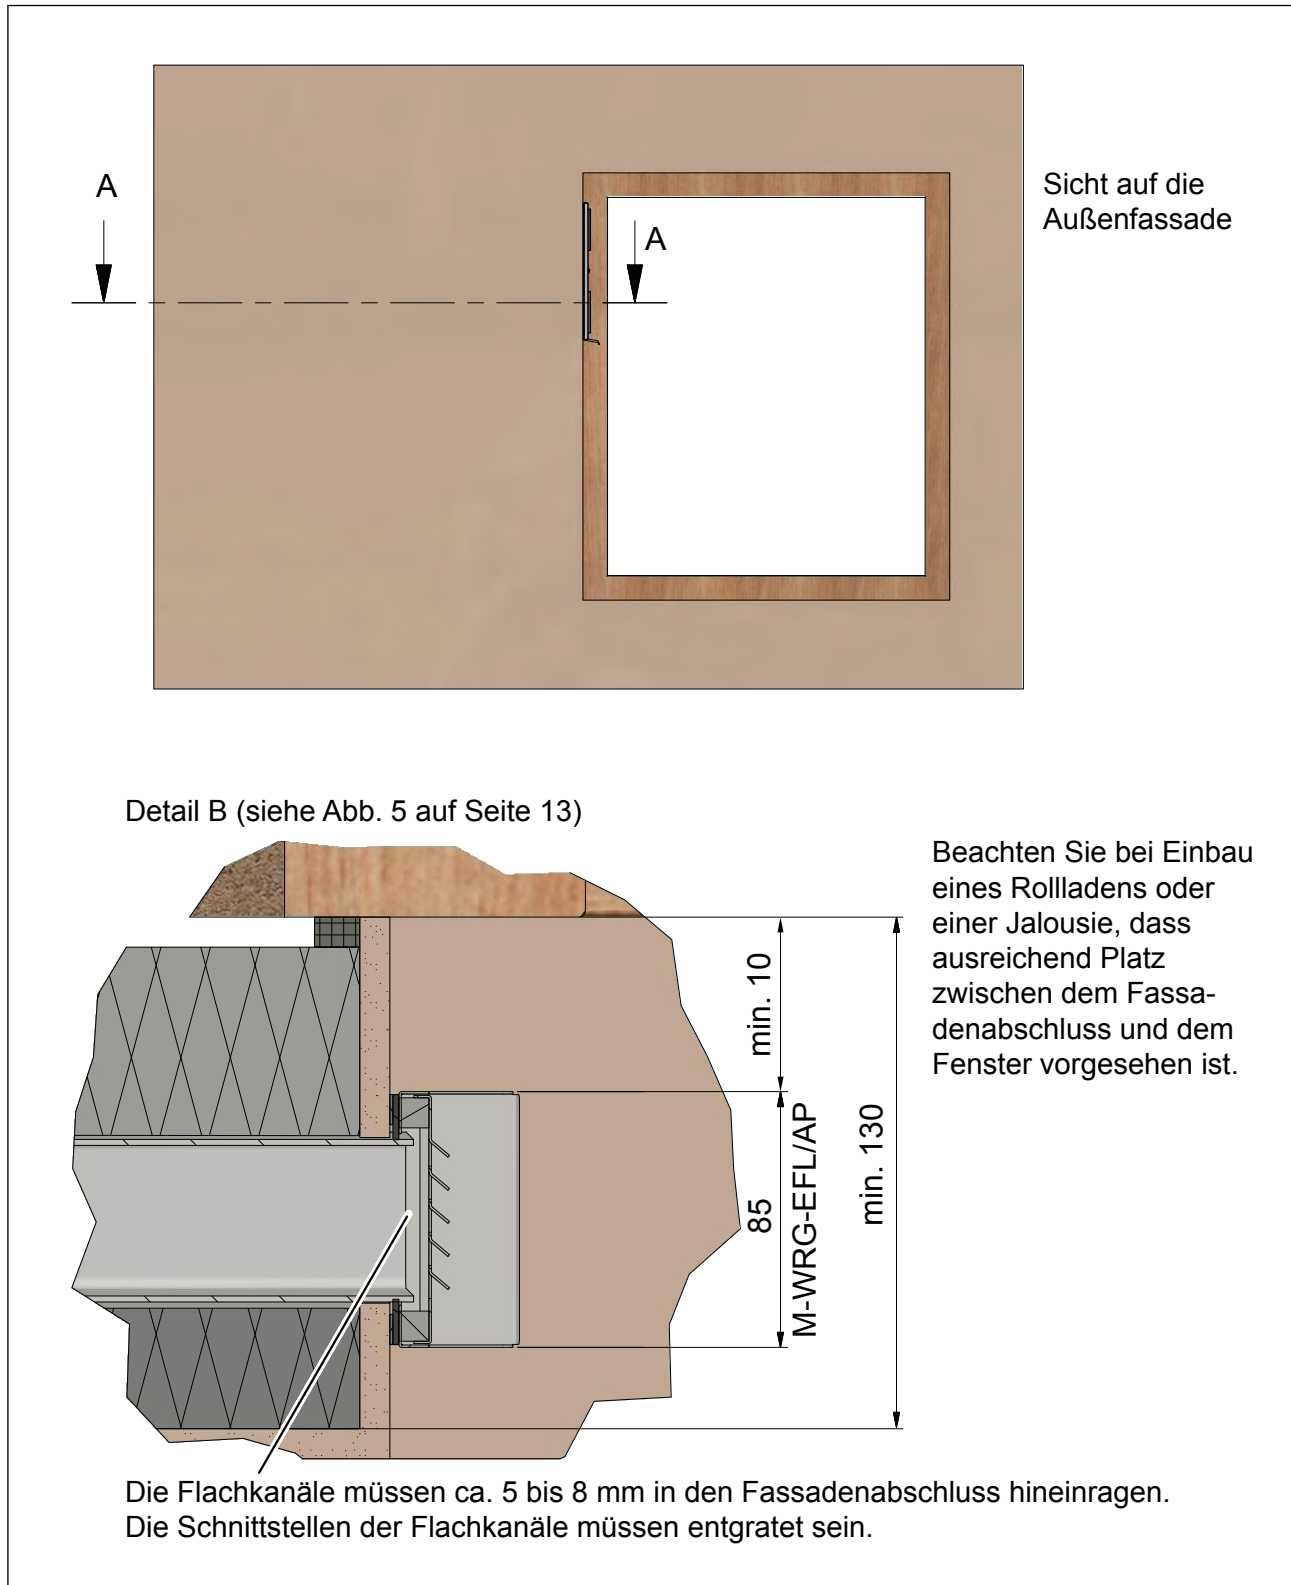
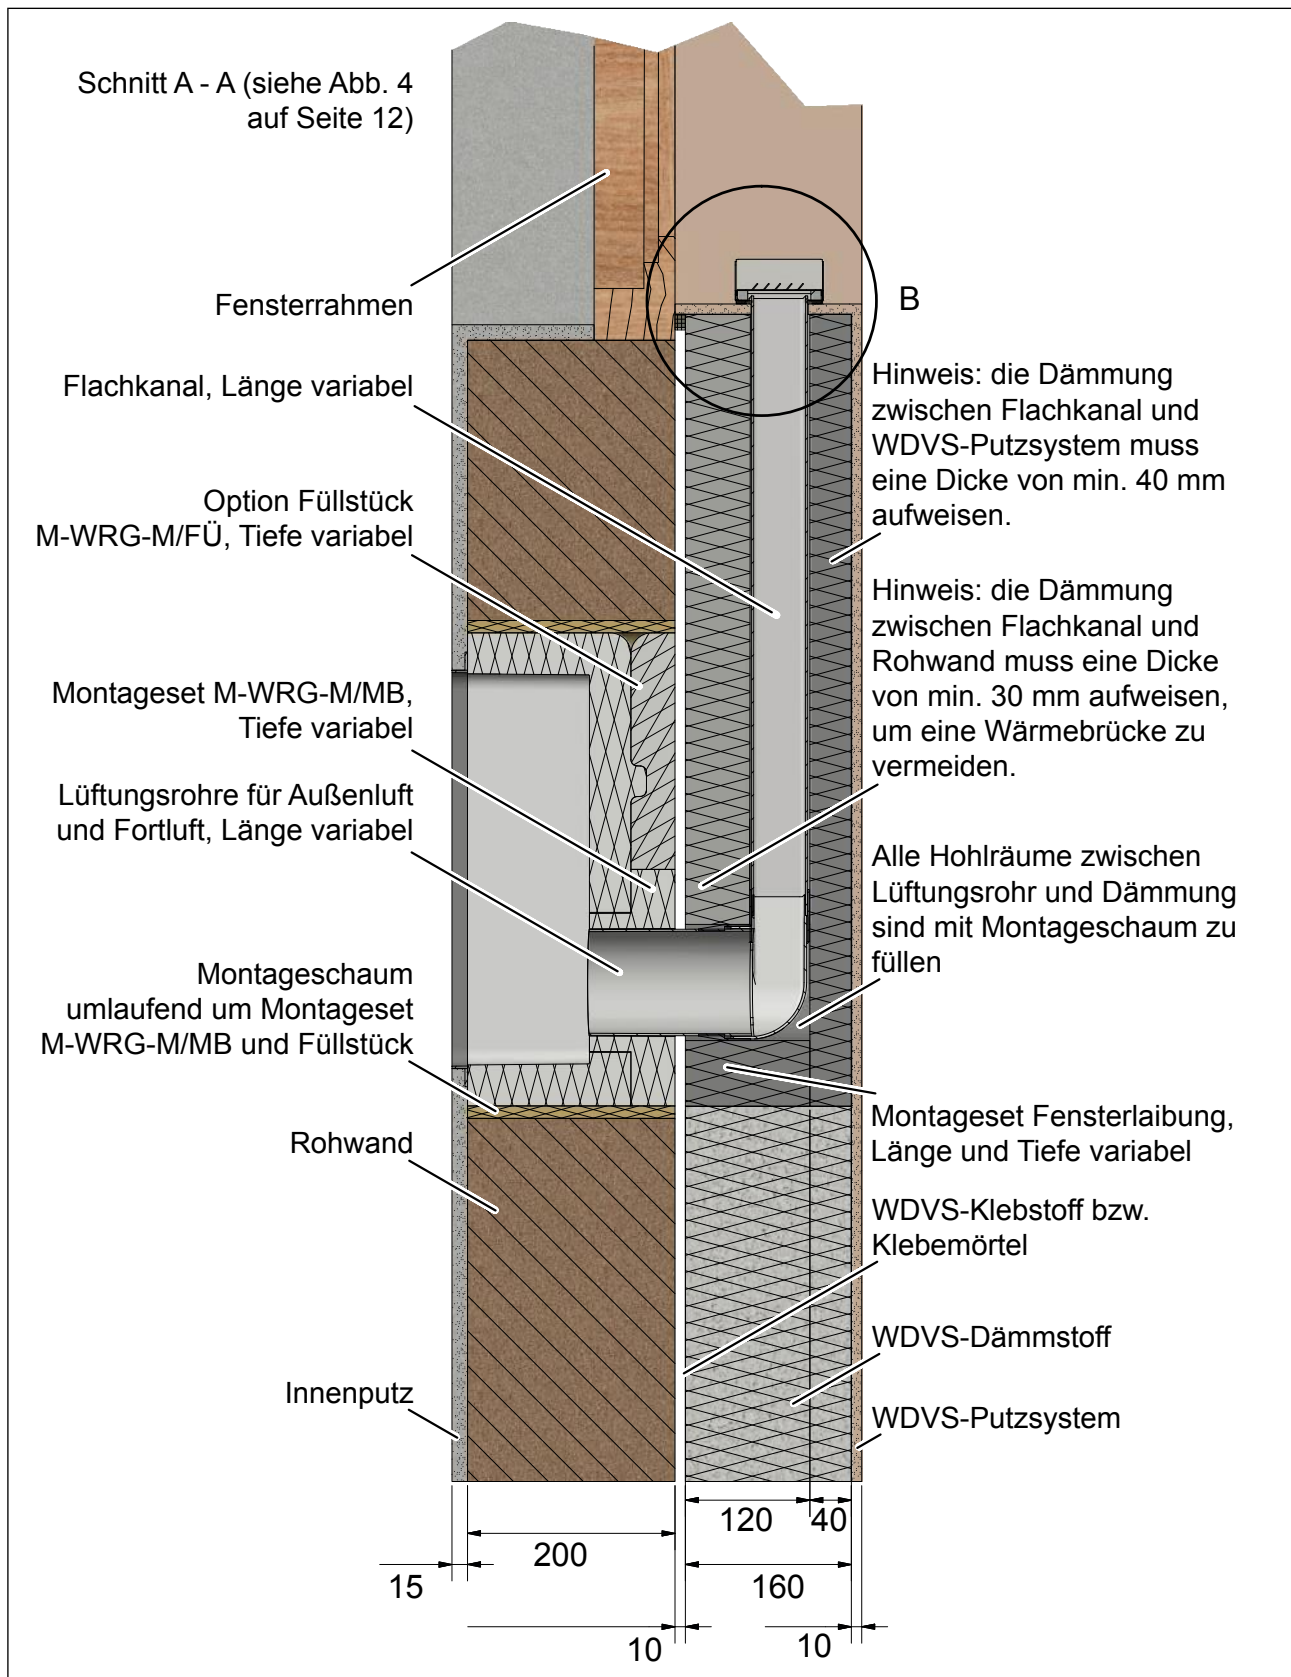
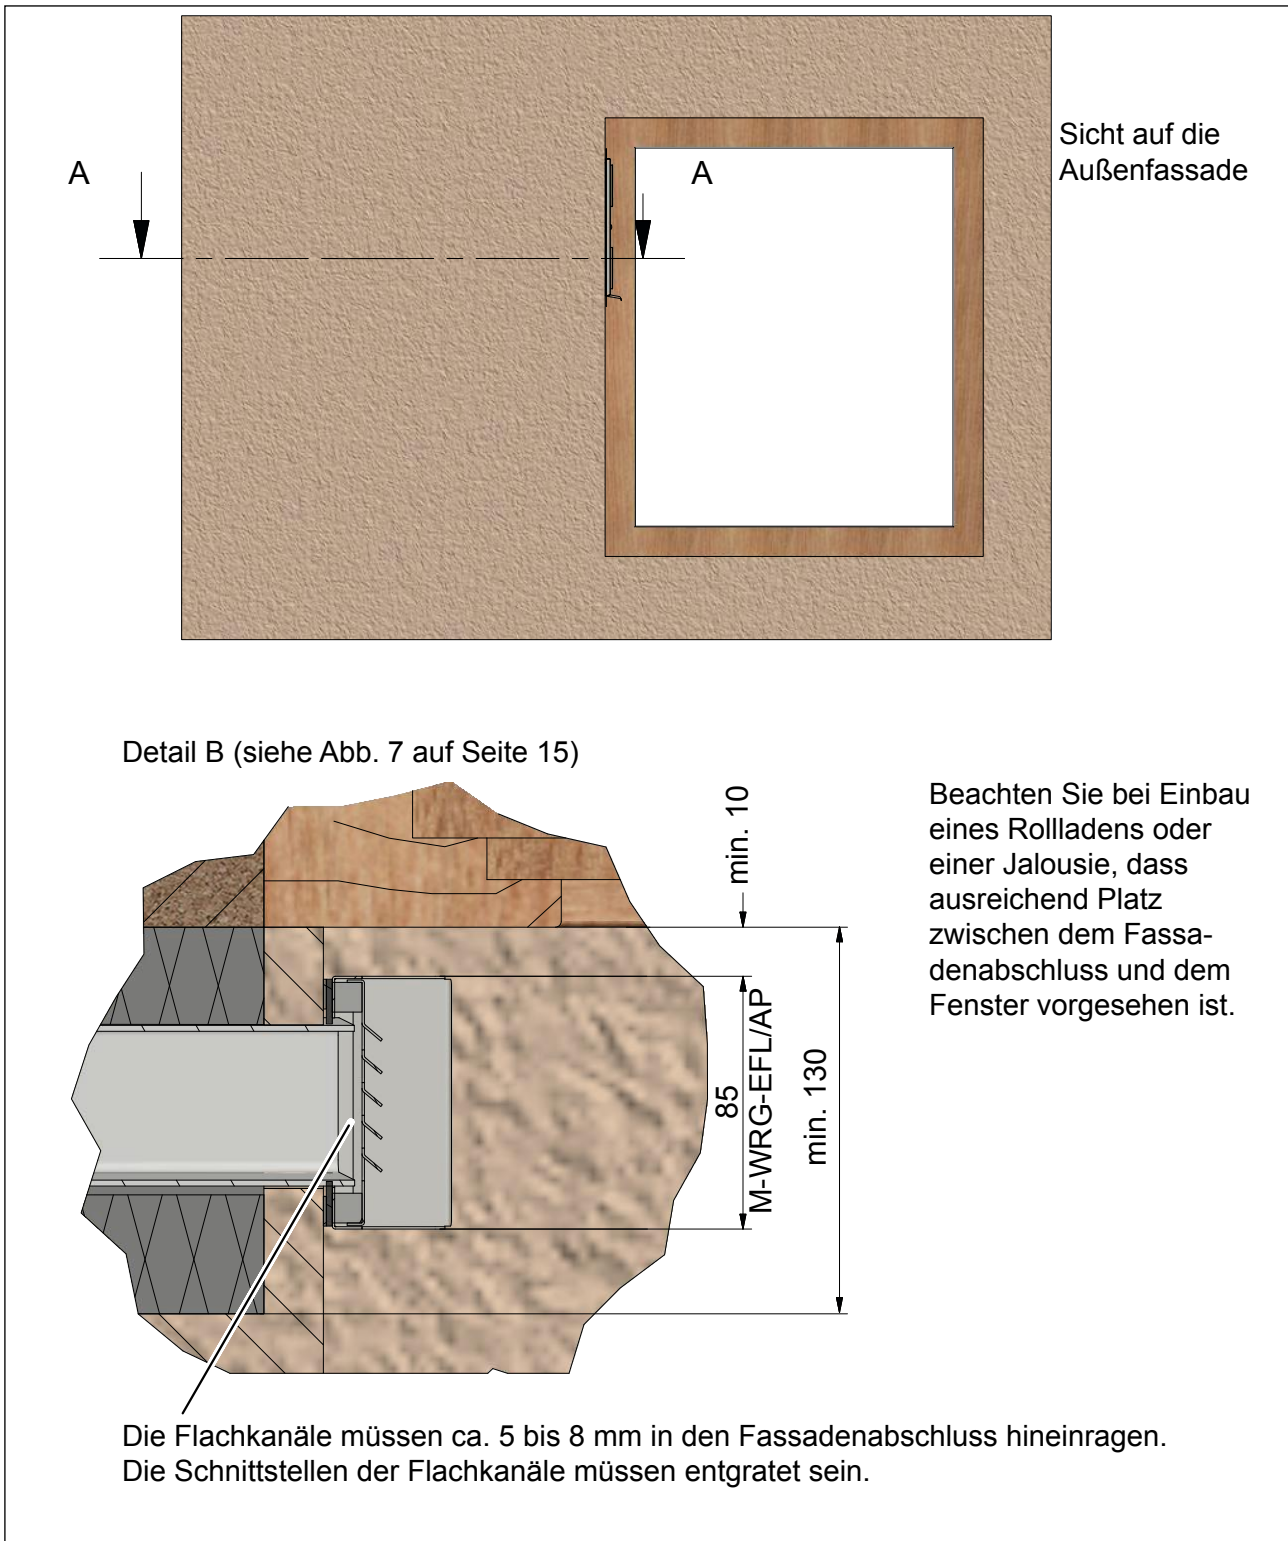
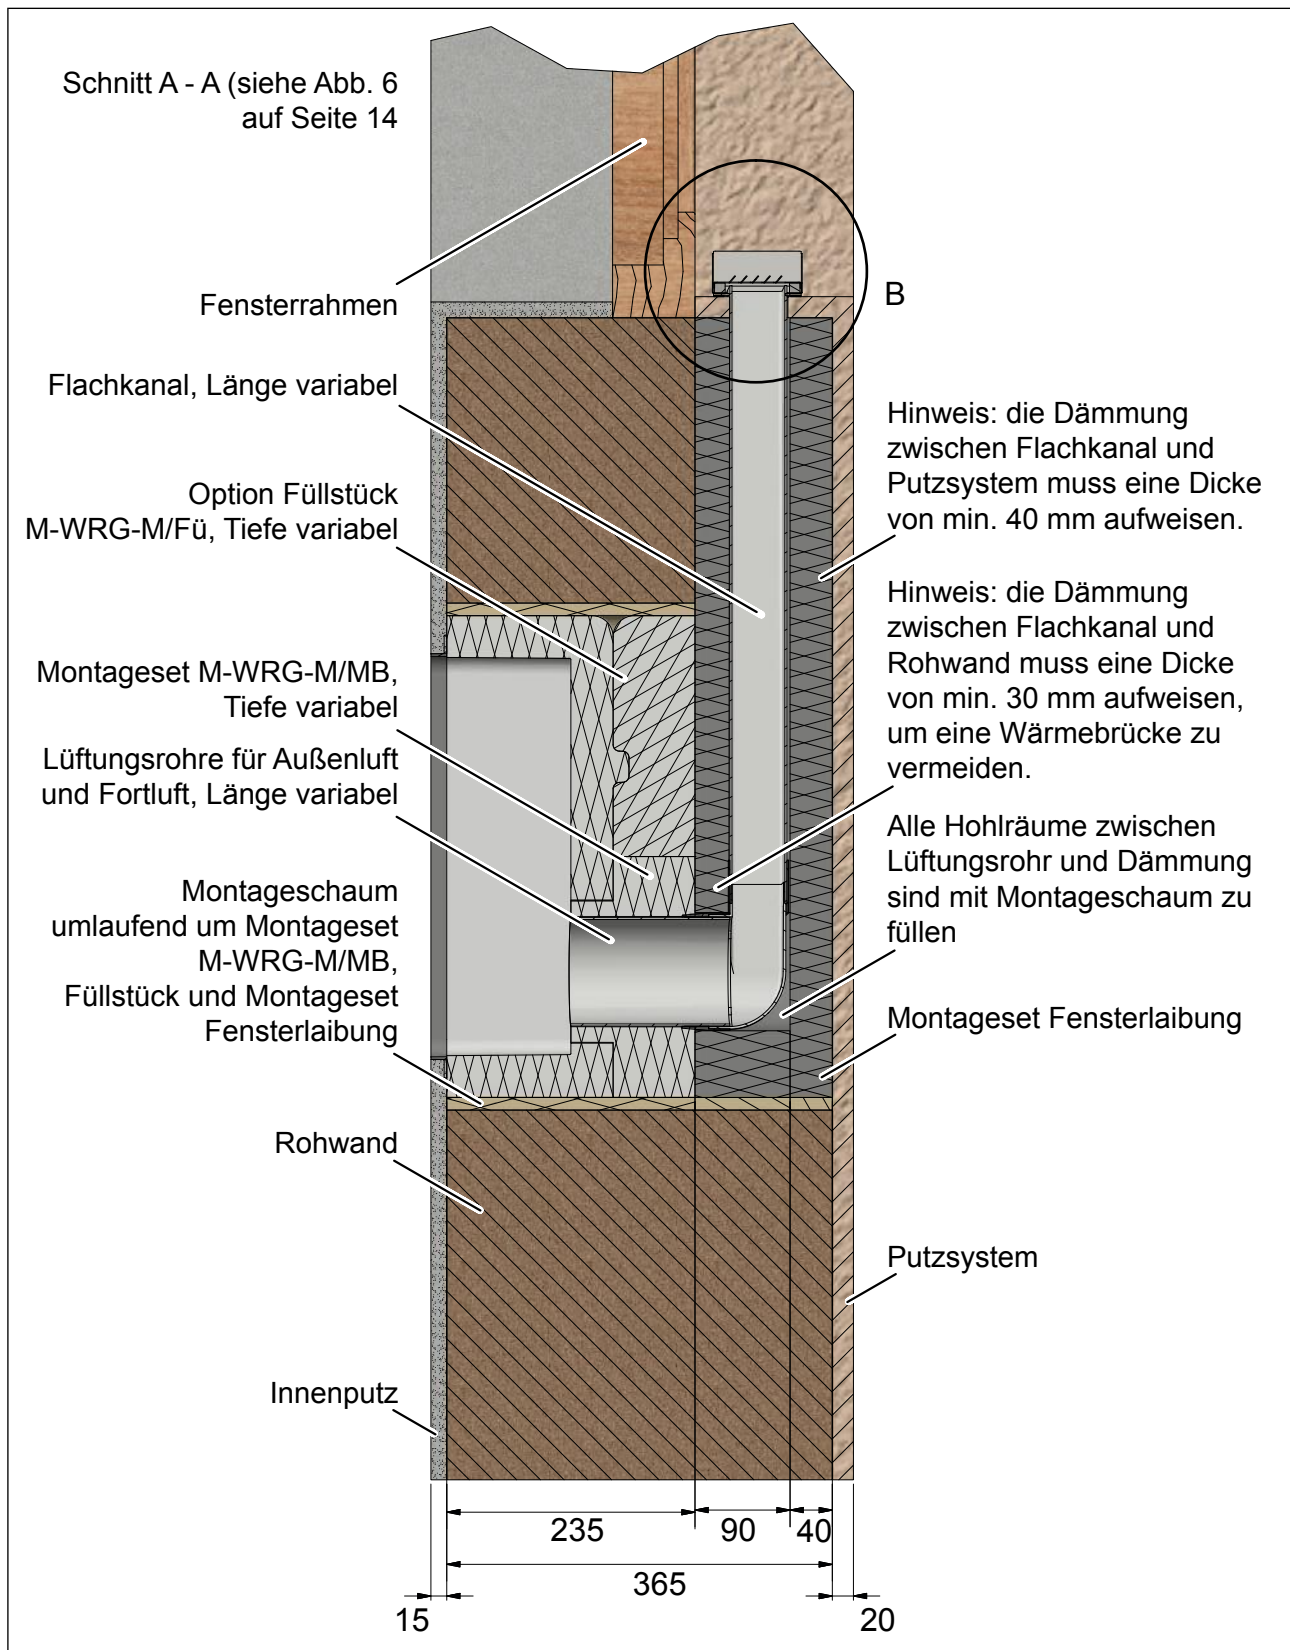

Abb. 4: Installationsbeispiel für M-WRG-MSF-W-li mit Einbindung in WDVS, Maße in Millimeter – Teil 1
Abb. 5: Installationsbeispiel für M-WRG-MSF-W-li mit Einbindung in WDVS, Maße in Millimeter – Teil 2
Abb. 6: Installationsbeispiel für M-WRG-MSF-M-li mit Einbindung in monolithischem Wandaufbau, Maße in Millimeter – Teil 1
Abb. 7: Installationsbeispiel für M-WRG-MSF-M-li mit Einbindung in monolithischem Wandaufbau, Maße in Millimeter – Teil 2
Abb. 4 auf Seite 12 und Abb. 5 auf Seite 13 zeigen ein Installationsbeispiel zur Einbindung in ein Wärmedämmverbundsystem (WDVS).
Abb. 6 auf Seite 14 und Abb. 7 auf Seite 15 zeigen ein Installationsbeispiel zur Einbindung in einen monolithischen Wandaufbau.
- Die Breite der Fensterlaibung (Maß zwischen Fensterrahmen und unverputzter Außenwand) muss mindestens 130 mm betragen (siehe Detail B in Abb. 6 auf Seite 14). Anderenfalls steht nicht ausreichend Platz zur Verfügung, um das Montageset Fensterlaibung und den Fassadenabschluss zu installieren.
- Die Dämmung zwischen Flachkanal und Rohwand muss eine Dicke von mindestens 30 mm aufweisen, um eine Wärmebrücke zu vermeiden (siehe Abb. 5 auf Seite 13 und Abb. 7 auf Seite 15).
- Die Dämmung zwischen Flachkanal und Außenputz muss eine Dicke von mindestens 40 mm aufweisen (siehe Abb. 5 auf Seite 13 und Abb. 7 auf Seite 15).
- Der Freiraum zwischen Fassadenabschluss und Fensterrahmen muss mindestens 10 mm betragen (siehe Detail B in Abb. 6 auf Seite 14).
- Bei der Einbindung in ein WDVS sollten Montageset und Füllstück so gekürzt werden, dass sie bündig zur Rohwand abschließen (siehe Abb. 5 auf Seite 13).
- Bei der Einbindung in einen monolithischen Wandaufbau sollten Montageset und Füllstück so gekürzt werden, dass sie zusammen mit dem Montageset Fensterlaibung bündig mit der Rohwand abschließen (siehe Abb. 7 auf Seite 15).
- Das Montageset und das Füllstück sind umlaufend mit Montageschaum fixiert (siehe Abb. 5 auf Seite 13 bzw. Abb. 7 auf Seite 15).